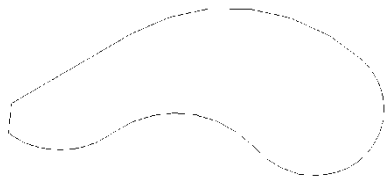

图 4-4 多段线示例
5. 完成绘制多段线后, 回车完成或按鼠标右键, 从右键菜单中选择完成命令, 完成多段线的绘制。如需生成闭合直线, 则从右键菜单中选择闭合命令, 如图 4-4 所示。